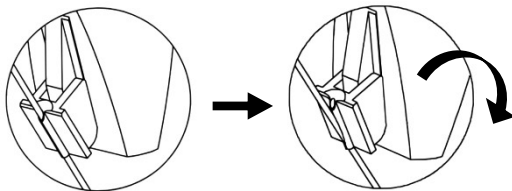

図 4
- 6) 穿刺ニードルから超音波プローブを取り外す際は、穿刺ニードルを把持したままニードルガイドから、超音波プローブをゆっくりと取り外す。ニードルガイドの溝が開いていることで容易に穿刺ニードルから開放される (図 4)。